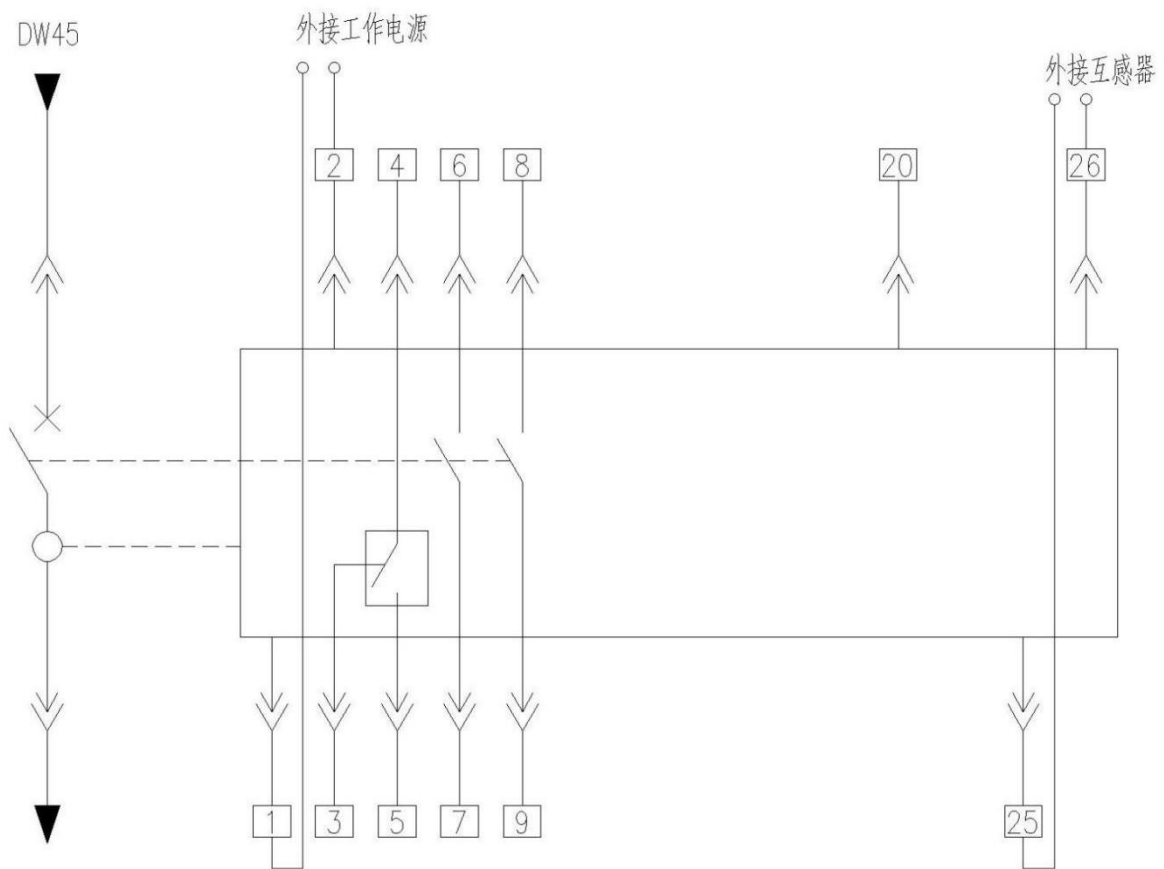
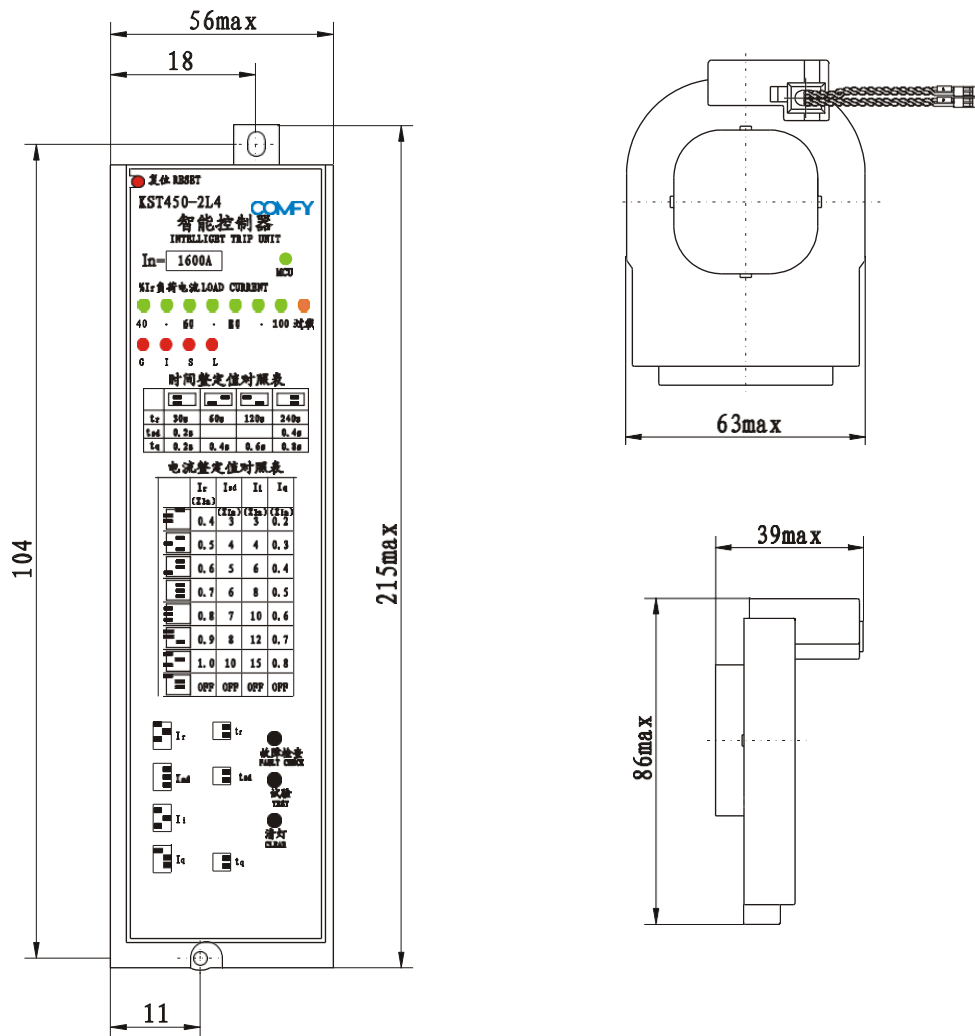

图 6 用户接线图
图 7 控制器外形图
智能控制器用户接线图见图 6。智能控制器的外形图见图 7。
3. 智能控制器安装完毕后应按用户接线图（图 6）接线，在投入使用前，应检查各整定参数是否正确，必要时可进行智能控制器脱扣试验。（其试验方法详见 6.2）。